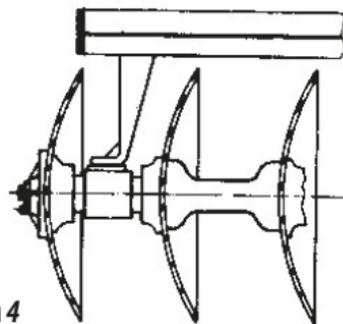

FIGURA 4
- Ao montar a armação com a seção de discos, observar que o suporte de fixação dos mancais (sapata) deve ficar virada para a concavidade dos discos, conforme **figura 4**.